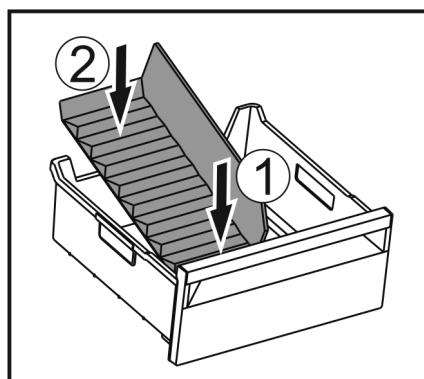

Fig. 49
- ▶ Pregradu najprije umetnite s prednje strane Fig. 49 (1).
- ▶ Spustite stražnji dio Fig. 49 (2).